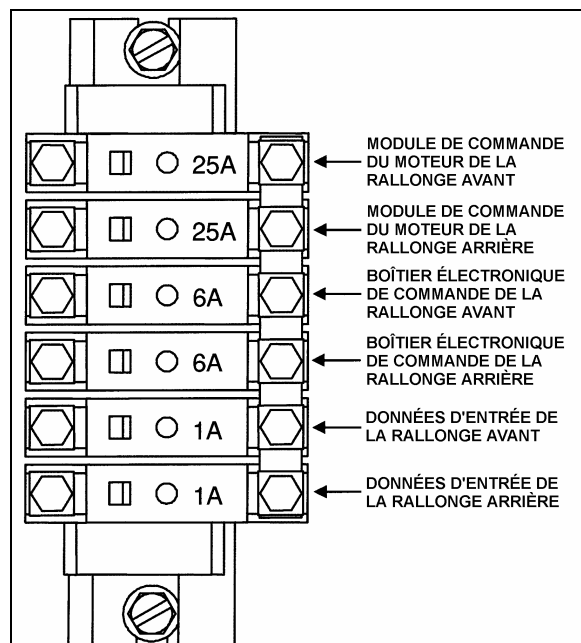

FIGURE 2 : DISJONCTEURS
2. Déclencher tous les disjoncteurs des rallonges coulissantes (voir la figure 2).
2. Déclencher tous les disjoncteurs de la rallonge coulissante (voir la figure 2).